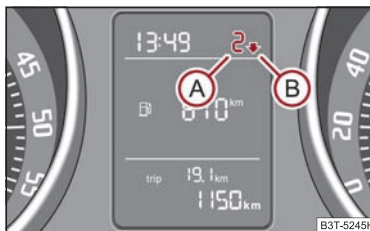

Fig. 17 Recomandare pentru schimbarea treptei de viteză
Pe afișajul din panoul de bord se prezintă o informație despre treapta de viteză selectată ① ⇒ fig. 17.